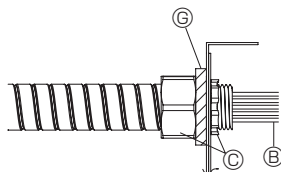

Fig. 8-6
- Cuando se corten los agujeros ciegos en la placa de conducto, prevenga que no se produzca deformación ni distorsión en la placa. Asimismo, cuando instale la placa de conducto, prevenga que no exista un espacio entre la placa y los tubos de conducto ni los agujeros de conducto, de lo contrario puede provocar el fallo de la tarjeta controladora debido a la invasión de animalillos o insectos. (Fig. 8-6)